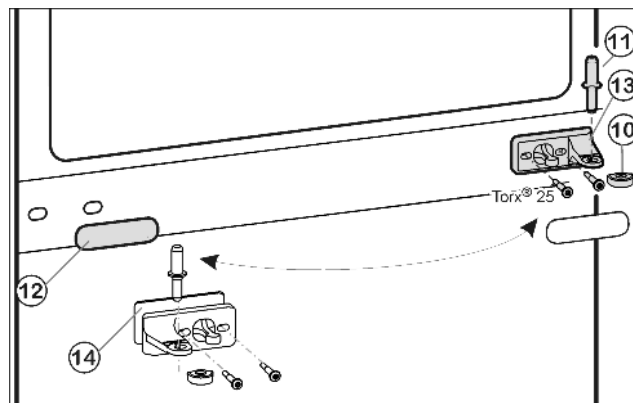

Fig. 9
- ▶ Wyjąć środkowy sworzeń zawiasu Fig. 9 (11) z płytki zawiasu i dolnych drzwi.
- ▶ Wyjąć zaślepkę z tworzywa sztucznego Fig. 9 (10).
- ▶ Odkręcić środkową płytkę zawiasu Fig. 9 (13) (2 razy Torx® 25).
- ▶ Ostrożnie zdjąć osłonę Fig. 9 (12).
- ▶ Środkową płytkę zawiasu Fig. 9 (13) z podkładką Fig. 9 (14) obrócić o 180° przykręcić mocno na nowej stronie zawiasu (z siłą 4 Nm).
- ▶ Założyć zaślepkę Fig. 9 (12) obrócić o 180° po nowej stronie uchwytu.
- ▶ Ponownie założyć zaślepkę z tworzywa sztucznego Fig. 9 (10) na środkową płytkę zawiasu Fig. 9 (13).
- ▶ Po nowej stronie zawiasu przełożyć środkowy sworzeń zawiasu Fig. 9 (11) przez środkową płytkę zawiasu Fig. 9 (13), wkładając go w dolne drzwi.